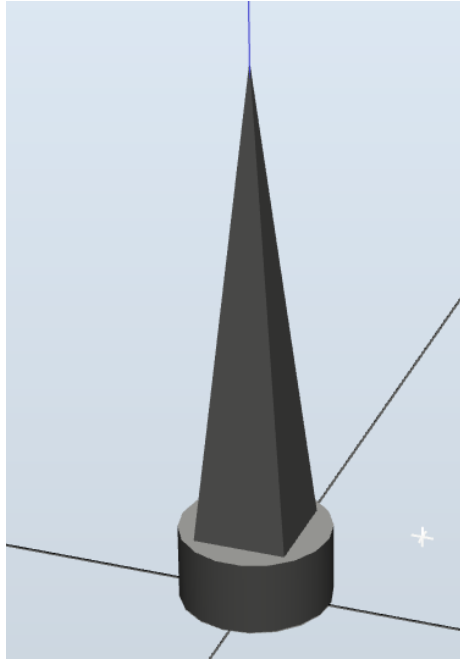

Figura 3. Diseño de pieza piramidal de base cilíndrica que usaremos para crear una herramienta
3. Oculta el robot temporalmente la unidad mecánica del IRB 120 y utiliza las herramientas de la pestaña “Modelado” para crear una **pieza piramidal de base cilíndrica** similar al que aparece en la Figura 3.